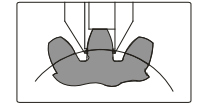

Fig.4
- Mueva el calibre para que la mordaza del nonio horizontal entre en contacto con el lado izquierdo del engranaje medido. Gire la rueda de ajuste fino para mover la mandíbula y hacer que la otra mandíbula entre en contacto con el lado derecho (Fig.4), apriete el tornillo de bloqueo, desmonte el calibre y obtenga el espesor cordal.